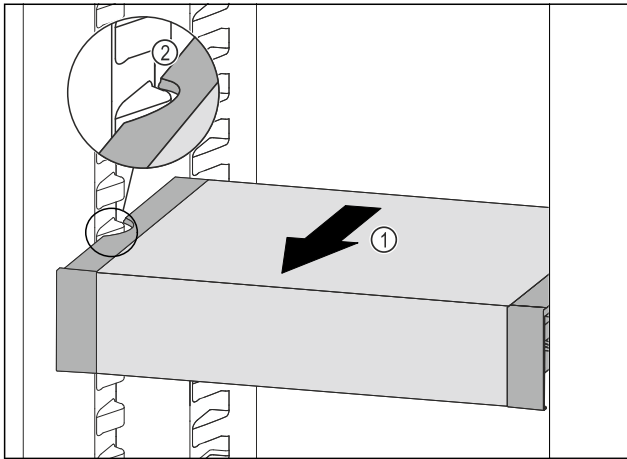

Fig. 86
- ▶ VarioSafe nach vorne ziehen Fig. 86 (1), bis sich die seitlichen Aussparungen des VarioSafes auf Höhe der Behälterrippe im Kühlteil befinden. Fig. 86 (2)